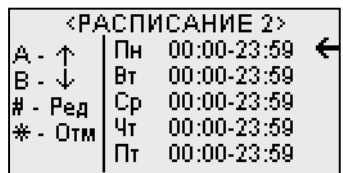

Рис. 26 Меню корректирования расписания
- в экранной форме (см. Рис. 26) кнопками [A] и [B] установить курсор на строку редактируемого дня недели;